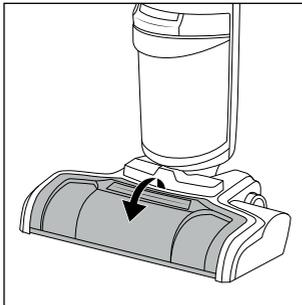

Fig. 33
- ◆ Prendere il paraspruzzi **7** dall'alto, sul bordo di presa (*PULL*) e tirarlo in avanti per rimuoverlo dal piede **3** (vedere fig. 33).